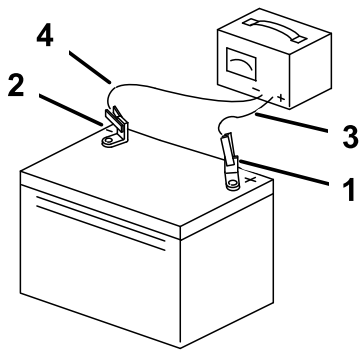

Figure 29
3. Quand la batterie est chargée au maximum, débranchez le chargeur de la prise, puis débranchez les fils du chargeur des bornes de la batterie (Figure 29).